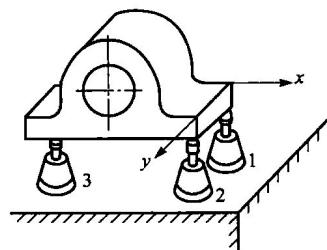

图 1-5 千斤顶及使用
**千斤顶：**在较大的工件或不规则的工件上划线时，通常用高度可调的千斤顶来支承工件，以便找正工件。千斤顶的顶端有圆锥形和 V 形两种，以便能牢固地支承平面和圆弧面的工件。如图 1-5 所示。